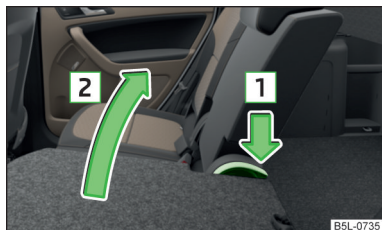

Fig. 66
- Presione la palanca en la dirección de la flecha **1** » fig. 66 y vuelva a abatir el respaldo en la dirección de la flecha **2**. Verificar esto tirando en el respaldo del asiento.